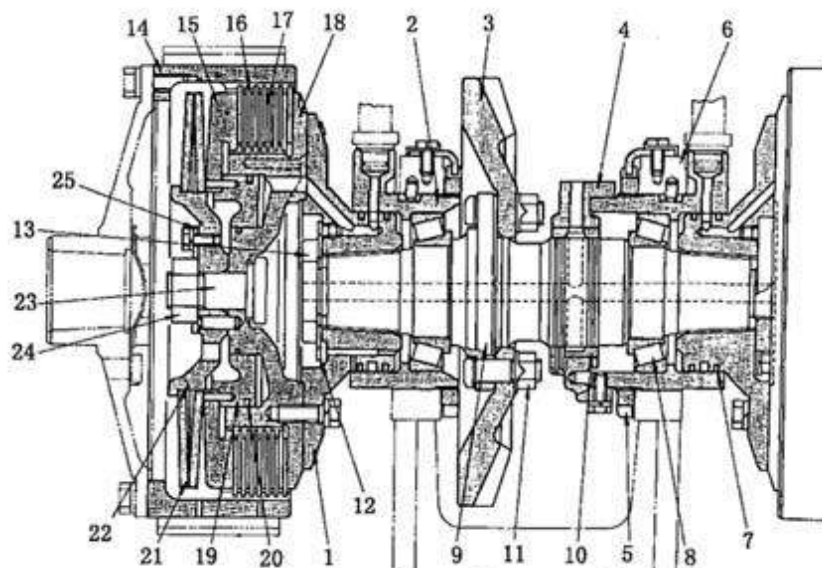

Рис. 5-26
5.5 Главная передача (Рис. 5-26)